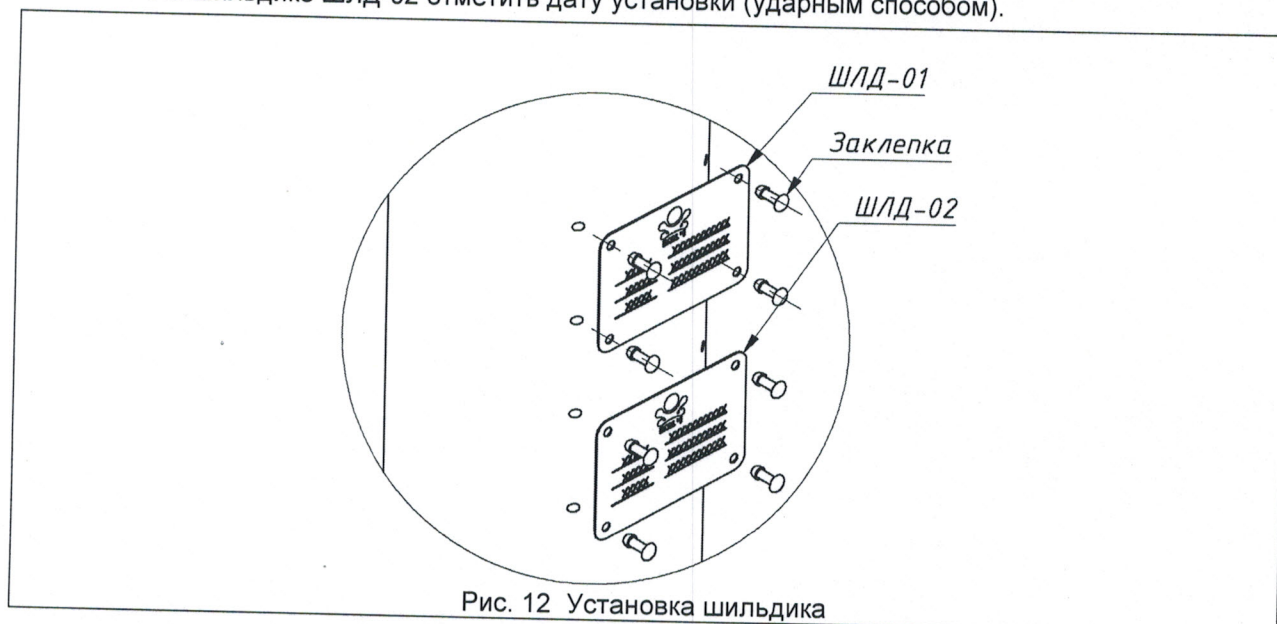

Рис. 12 Установка шильдика
24.12. Установить шильдики ШЛД-01 и ШЛД-02 на одной из больших дуг согласно. Порядок установки: (Рис. 12)